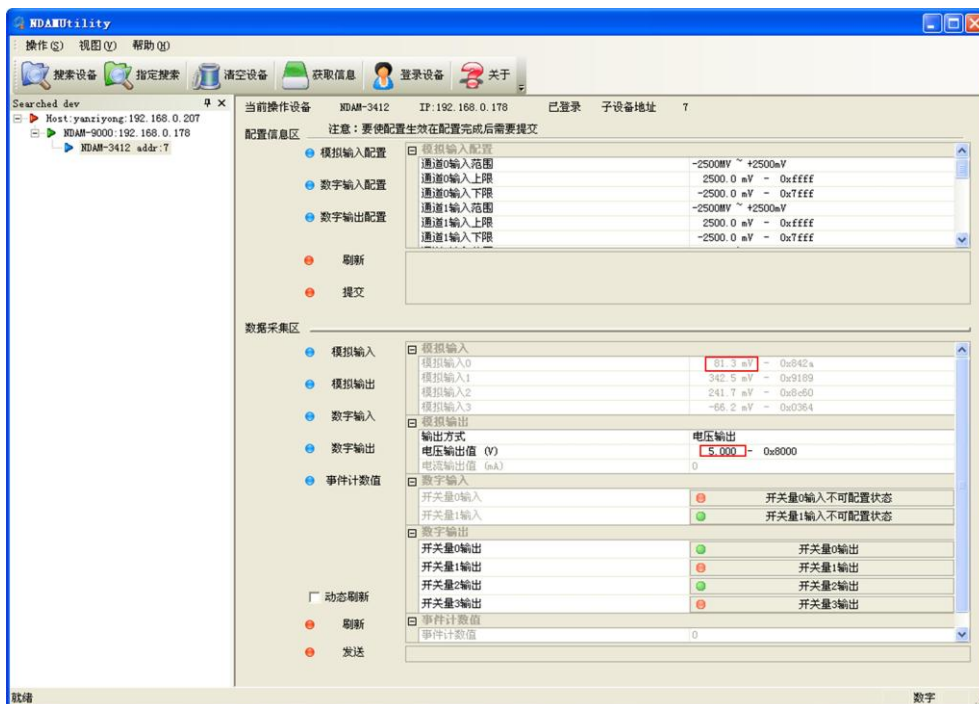

图 4.10 测量结果显示
- 9) 在测试软件的数据采集区，可以读出各个端口通道的当前状态，可以将“动态刷新”前的复选框选中，如图 4.10 所示进行数据动态刷新（刷新时间间隔 1 秒）来监测所有端口的当前测量结果。